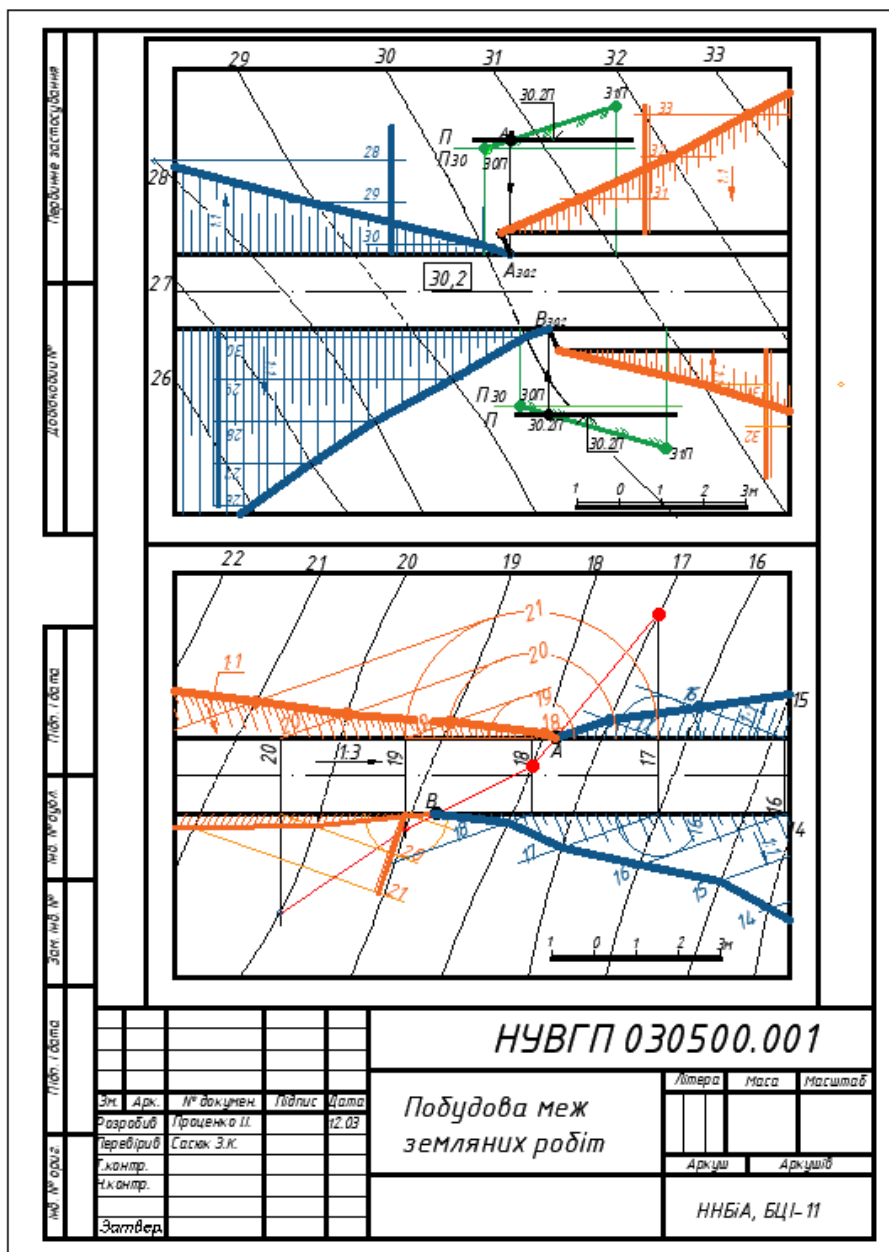

Рис. 1. Побудова меж земляних робіт
5) Потім градуємо масштаб спаду через 1 м, тому що уклони всіх укосів 1:1, то відстань між цілочисловими значеннями числових позначок (інтервал ЛНУ) буде складати 1 м (рис. 1). Проводимо цілочисельні горизонталі укосів насипу та виїмки. Далі для визначення лінії перетину укосів із землею поверхнею знаходимо точки перетину горизонталей укосів із горизонталями земної поверхні, що мають однакові числові позначки. Через отримані точки проводимо плавну лінію або з'єднуємо спільні точки відрізками ламаної лінії – це і будуть *межі земляних робіт укосів насипу та виїмки*. Лінії доводимо до точок нульових робіт. Для укосів виїмки вони зміщуються на смугу кювету.
2) Точки нульових робіт в цій задачі знайдемо способом горизонталей: спочатку побудуємо лінію перетину площини, яка проходить через полотно дороги, із земною поверхнею. Для цього знайдемо точки перетину горизонталей полотна дороги з горизонталями земної поверхні, що мають однакові числові позначки. Через знайдені точки проводять шукану лінію перетину і визначають точки, в яких ця лінія перетинає бровки полотна дороги. Потім аналогічно тому, як це визначено для задачі, наведеної на рис. 1 (знизу), встановлюємо, що справа від точок нульових робіт до дороги примикають укосу насіпу, а зліва – укосу виїмки.
6) Потім аналогічно до рис.1 побудуємо межі земляних робіт укосів і виконаємо штриховку отриманих укосів. Бергштрихи